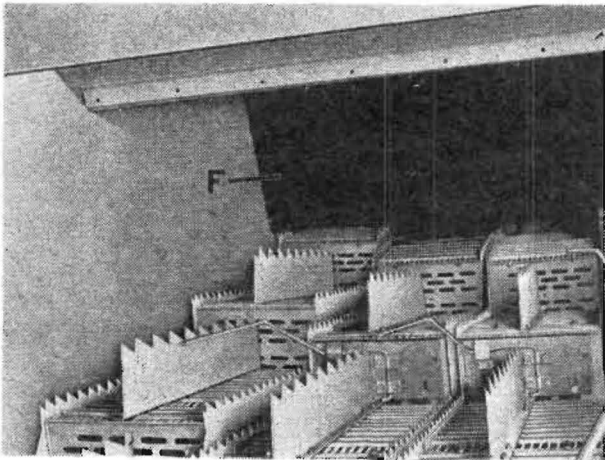

Bild 6/80
- Öffnen der seitlichen Spannhaken (SH 1) und (SH 2) (Bild 6/81) von Untersieb (G) und Klappensieb (D und F) (Bild 6/87).
- Lockern der Verschraubung (V) an den beiden Aufhängepunkten der Obersiebführungen (links und rechts an der hinteren Innenseite des Reinigungskastens) (Bild 6/82).
- Anheben der beiden hintereinanderliegenden Obersiebe (D und F) bis zum Anschlag und in dieser Stellung mit Hilfe der Verschraubung (V) festhalten.